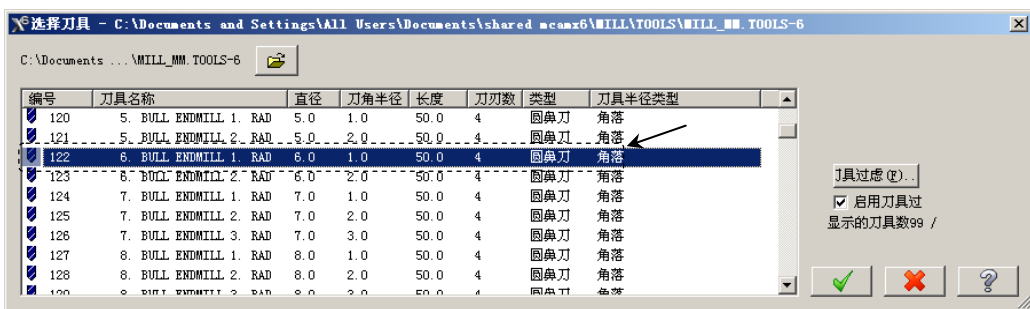

图 14.14 “选择刀具”对话框
Step6. 选择刀具。在“曲面残料粗加工”对话框中单击 **选择刀库** 按钮，系统弹出“选择刀具”对话框，在该对话框的列表框中选择图 14.14 所示的刀具。单击 **✓** 按钮，关闭“选择刀具”对话框，系统返回至“曲面残料粗加工”对话框。